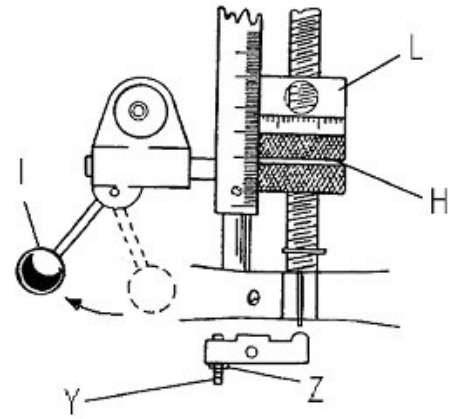

Рис. 10
Ослабьте контргайку (Z, рис. 10). Введите в зацепление рычаг подачи сверления (I). Установите регулировочную гайку глубины сверления (H) против концевой упора (L). Медленно поворачивайте регулировочный винт до тех пор, пока рычаг подачи сверления (I) не выйдет из зацепления.